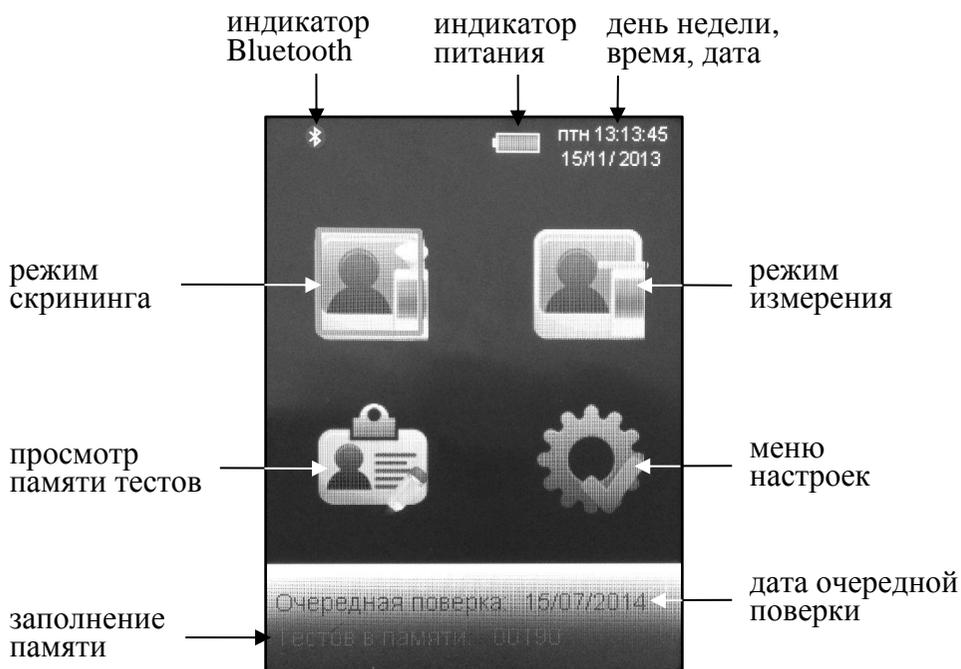

Рисунок 6 – Главное меню
2.3.1 При включении анализатора после заставки с наименованием анализатора и номером версии ПО на сенсорном экране появляется главное меню из 4 пунктов-иконок и индикаторов, информирующих об уровне напряжения элементов питания, текущем времени и дате, а также о соединении с принтером по связи Bluetooth (рисунок 6).
(рисунок 6) выберите пункт-иконку . На сенсорном экране появится меню «**НАСТРОЙКИ**», состоящее из трех пунктов, предназначенных для перехода в соответствующие меню (рисунок 7).